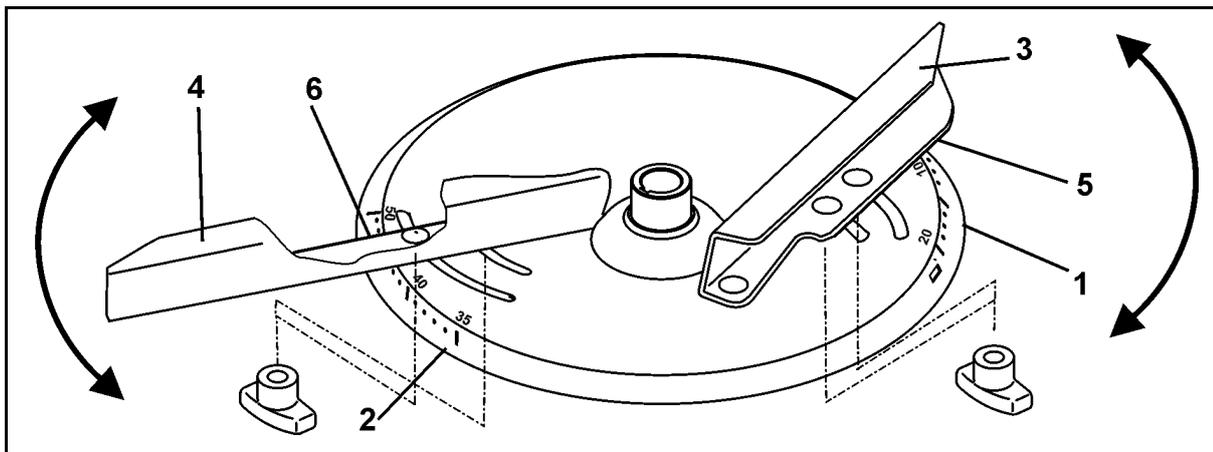

图 61
为了精确、免工具地设置各撒肥叶片的位置，每个撒播盘上配置两个不同的、不易混淆的刻度尺（图 61/1 和图 61/2）。
- 短撒肥叶片（图 61/3）的刻度尺（图 61/1）数值从 5 到 28 而长撒肥叶片（图 61/4）的刻度尺（图 61/2）数值从 35 到 55。
- 短撒肥叶片（图 61/3）在读取边（图 61/5）旁读取设置值。
- 长撒肥叶片（图 61/4）在读取边（图 61/6）旁读取设置值。
- 撒肥叶片转到刻度尺（图 61/1 或图 61/2）上较高数值，工作宽度变大。